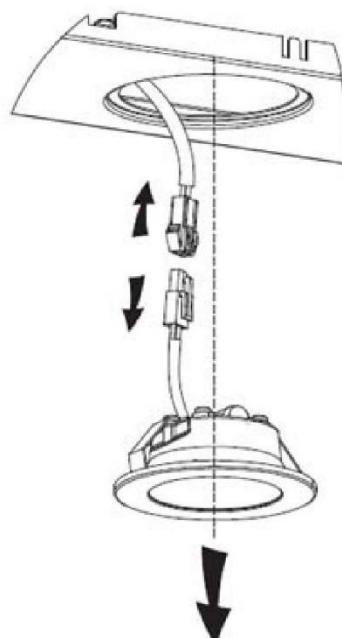

Abb. 2
- Benutzen Sie ein Werkzeug oder die Hand, um den Federsplitter auf beiden Seiten der LED-Leuchte nach innen zu drücken, bis die Leuchte herausgedrückt ist, siehe Bild 1. Ziehen Sie dann den Lichtanschlussdraht leicht heraus und demontieren Sie die Klemme des Lichtanschlussdrähtes. Siehe Abb. 2.